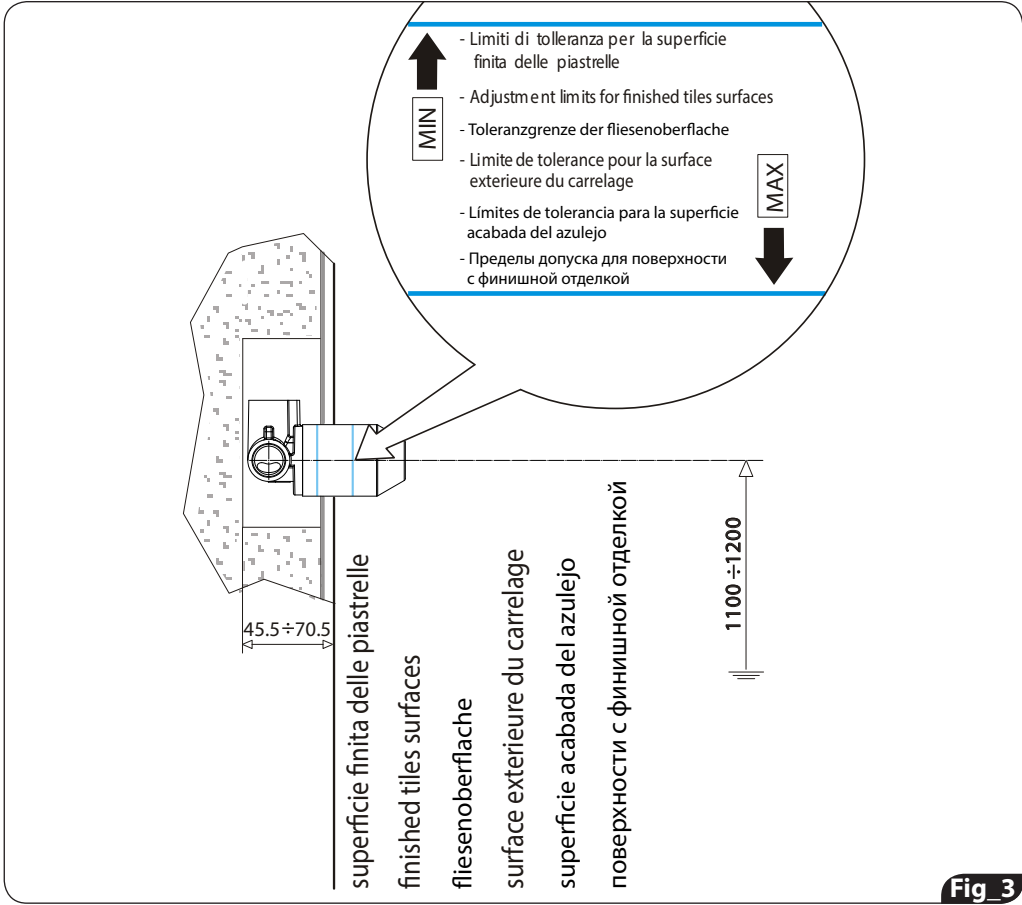

Fig 3
4. Sistemare il miscelatore monocomando completo con la protezione in plastica facendo attenzione che la superficie del muro finito (con piastrelle) rientri nella quota massima indicata (45.5-70.5 mm). (Fig. 3)
4. Place the single lever mixer complete with plastic protective casing, paying attention that the surface level of the tiles-finished wall is within 45.5 and 70.5 mm. (Fig. 3)
4. Den Einbaukörper komplett mit Kunststoff-Schutzhülle einsetzen, dabei darauf achten, dass die Höhe der Oberfläche der gefliesten Wand zwischen 45.5 und 70.5 mm liegt (Abb.3)
4. Colocar el mezclador monomando completo, con su protección de plástico, prestando atención a que la superficie de la pared acabada (con azulejos) sea dentro de la medida máxima indicada (45.5-70.5 mm). (Fig. 3)
4. Расположить механический смеситель, укомплектованный защитой из пластика, таким образом, чтобы поверхность с финишной отделкой (плиткой) вошла в максимально указанные квоты (45.5-70.5 mm). (Рис.3)